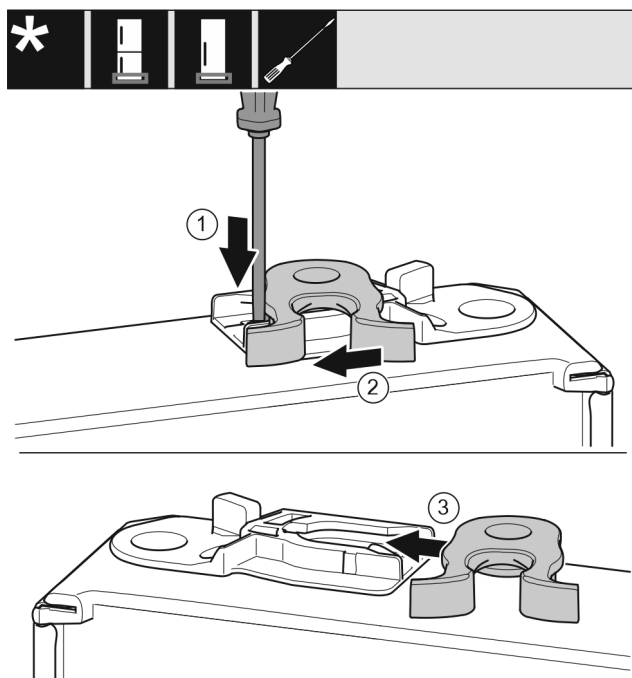

Fig. 20
- За допомогою шліцевої викрутки притисніть накладку Fig. 20 (1) униз.
- Витягніть із напрямної запірний гачок Fig. 20 (2).
- Вставте запірний гачок Fig. 20 (3) у напрямну з іншого боку.